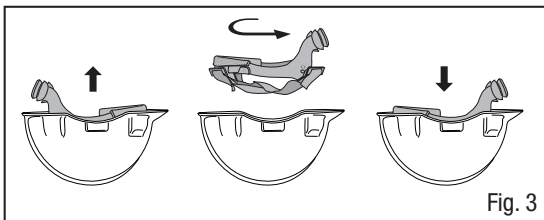

Fig. 3
- Asegúrese de reconfigurar el arnés para cabeza en el casco, de modo que mire el borde hacia abajo como se muestra en la Fig. 3.